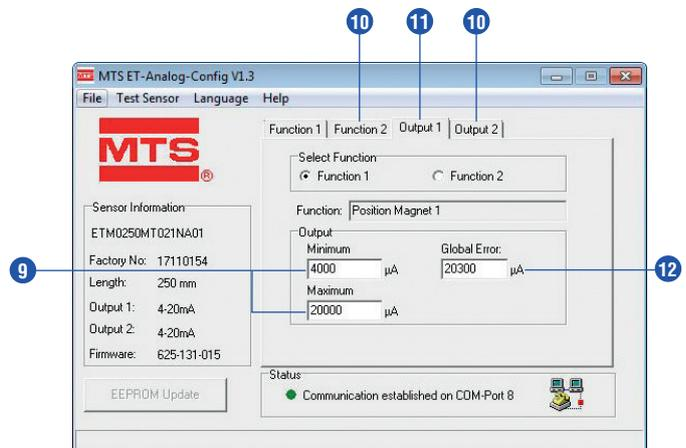

Fig. 31: Exemple de contrôles d'onglet
- ❹ Le champ **Output Minimum** indique la valeur courante ou tension du signal de sortie correspondant normalement au point de début d'intervalle de la fonction sélectionnée. La valeur du signal de sortie correspondant au point de fin d'intervalle doit être spécifiée dans le champ **Output Maximum** (Fig. 31).
- ❷ La seconde sortie analogique peut être programmée aux onglets **Function 2**, **Output 2** (Fig. 31).
- ❸ Les signaux de sortie analogique correspondants peuvent être attribués à l'onglet **Output 1** (Fig. 31).
- ❹ En l'absence d'aimant de position, ou s'il se situe dans la zone morte du capteur, c.-à-d. en dehors de la plage de mesure, une erreur générale s'affiche dans le champ **Global Error**. La valeur d'erreur peut être réglée dans la plage **-0.7...20.3 mA** ou **-0.4...10.4 VDC** (Fig. 31).